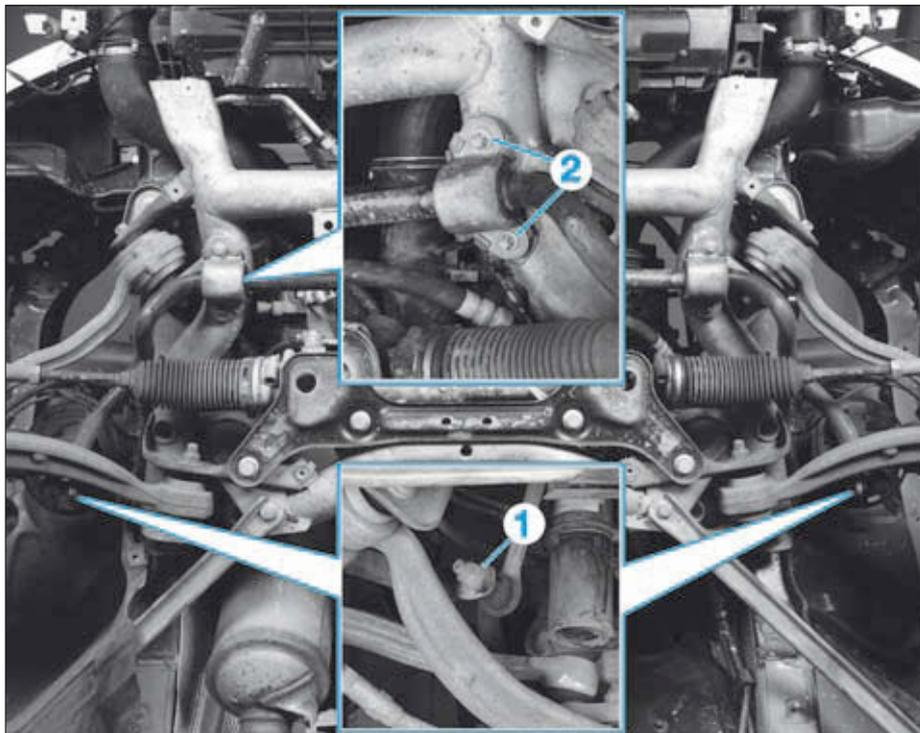

FIG. 13
- De chaque côté, déposer (Fig.13) :
- l'écrou (1) de la biellette de barre stabilisatrice,